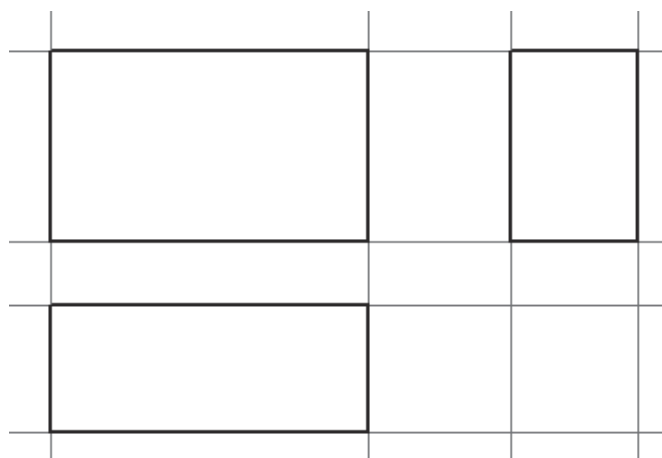

Рис. 118
9. Вычертить габаритные прямоугольники для главного вида, вида сверху и вида слева, используя построенные вертикальные и горизонтальные линии. Точность построения обеспечить активацией объектной привязки *Пересечение* (рис. 118).